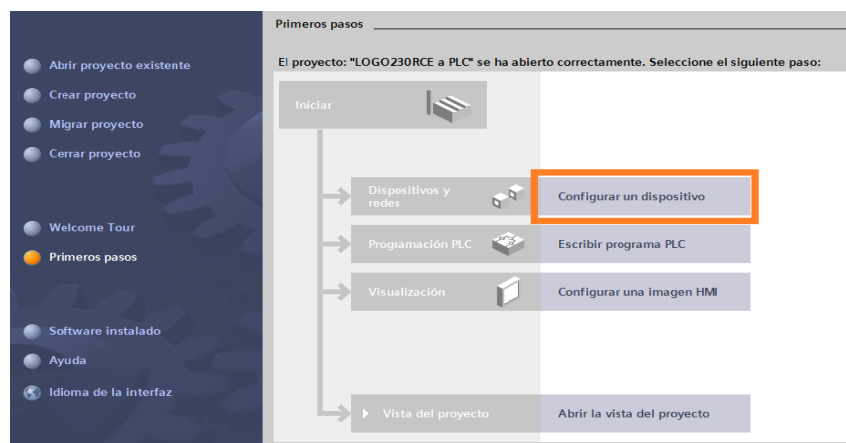
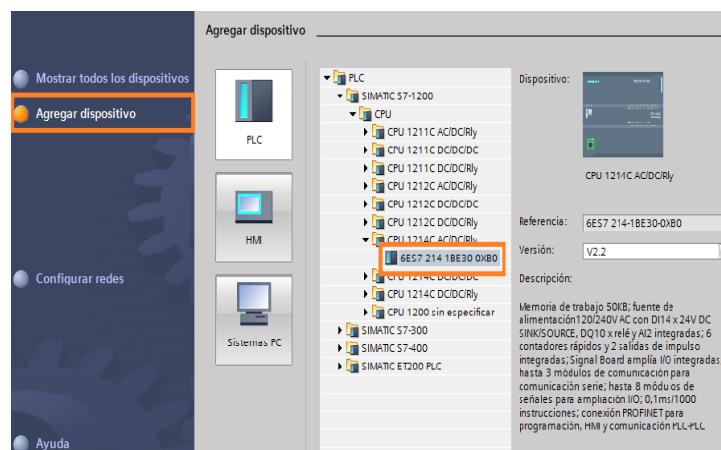

Figura 82: Configuramos dispositivo.
Figura 83: Escogemos nuestro dispositivo PLC 1200.
7. Seleccionar la opción “Configurar un dispositivo” Figura 82. Escoger “Agregar un dispositivo” y en la opciones que se despliegan se tiene PLC y se escoge el dispositivo “PLC 1200” el cual se va a utilizar. Figura 83.